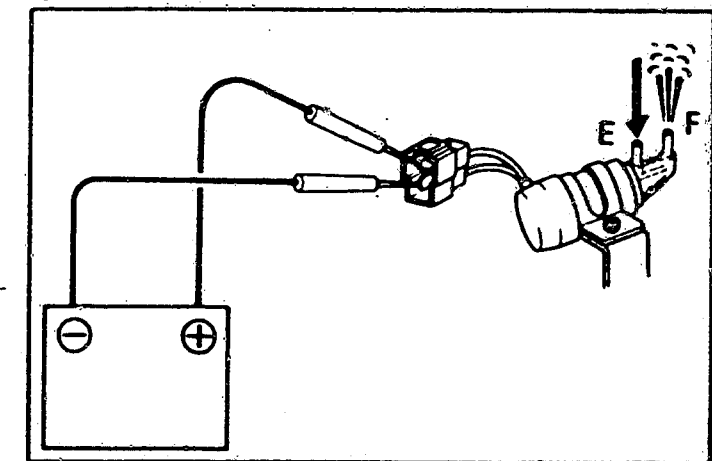

Bild 8 Prüfung des Leerlaufdrehzahl-Anhebeventils des 4A-GE-Motors.
b) Motoren 3S-GE und 4A-GE. Zwischen den Anschlussklemmen des Ventils sollen 33 ... 39 Ω gemessen werden. Der Durchgang E-F (Bild 8) ist geschlossen, wenn keine Batteriespannung an den Klemmen anliegt. Beaufschlagt man diese aber mit ca. 12V, besteht Luftdurchgang zwischen E und F.